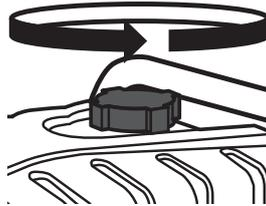

Abb. 24
1. Öffnen Sie den Kraftstofftankdeckel (2), indem Sie diesen gegen den Uhrzeigersinn drehen (Abb. 24).